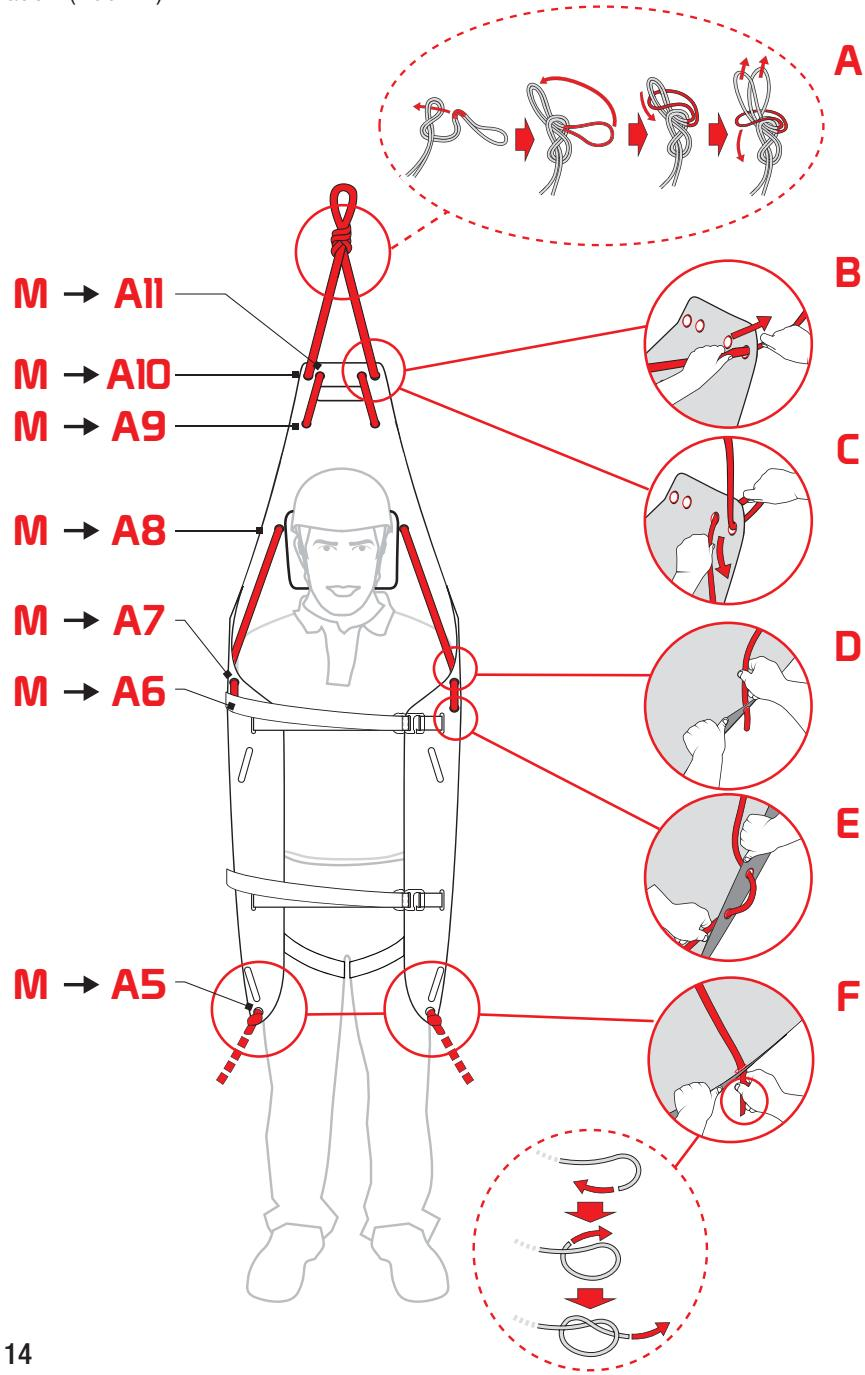

Abb. 14
c) Vertikales Heben/Abseilen am Seil: das Seil (M) in die Löcher von A5 bis A11 der Liegefäche einfädeln (Abb. 14).